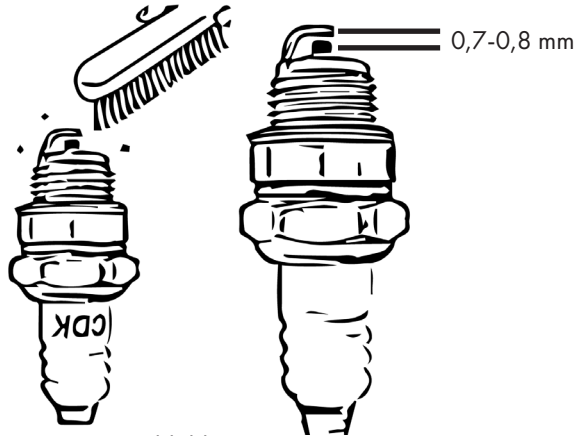

Abbildung 25
- Entfernen Sie die Ablagerungen an der Zündkerze. Siehe Abb. 25.
- Stellen Sie den Elektrodenabstand mit einem Sollwert von 0,7-0,8 mm ein. Siehe Abb. 25.